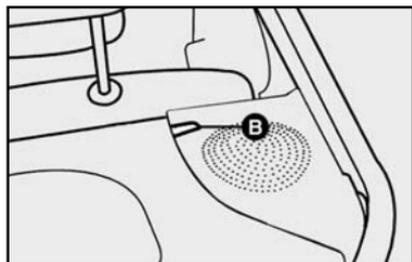

fig. 56
2) Suelte los tornillos de la bandeja portaobjetos de sus propios alojamientos **B-fig. 56** y luego quítela.